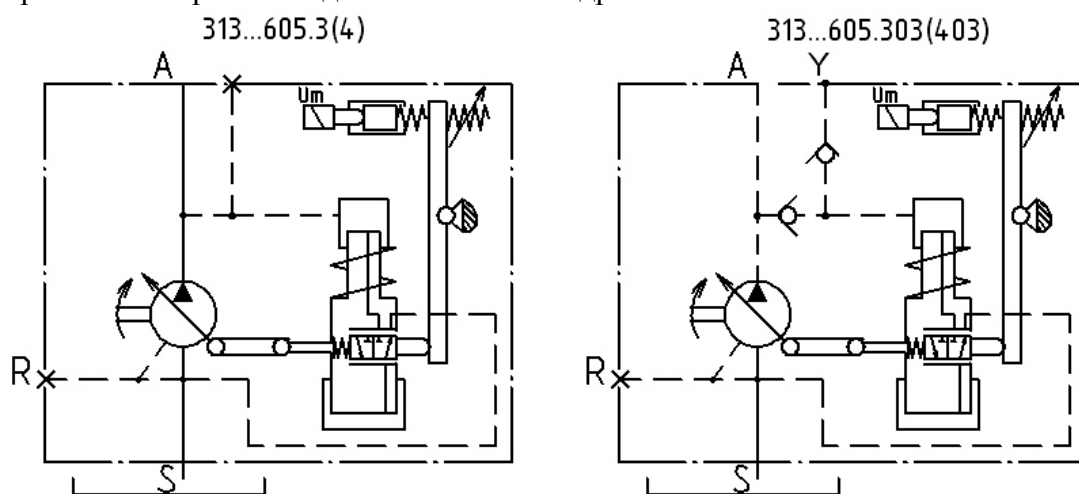

Рис. 42 – Гидравлическая схема насосов с позитивным дискретным электроуправлением.
- Насос (рисунок 42; 43) предназначен для: